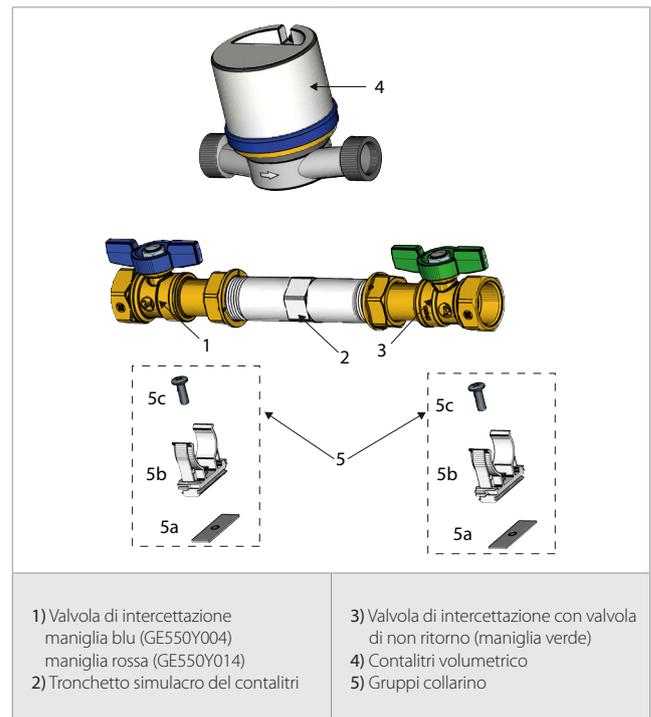

Figura 6 – Componenti compresi nella fornitura
Nell'imballaggio sono presenti i componenti descritti in figura 6. Le due valvole di intercettazione (1 - 3) sono collegate al tronchetto (2) e la tenuta è assicurata tramite opportune guarnizioni. Si consiglia l'utilizzo del tronchetto al posto del contaltri, per l'esecuzione di un lavaggio dell'impianto prima del montaggio del contaltri. Per il montaggio dello stacco acqua sanitaria nei moduli di utenza utilizzare i due gruppi di supporto (5): le cassette di contabilizzazione sono dotate di apposite guide; nella parte interna della guida va inserita la piastrina (5a); la clip (5b) va posta sulla parte superiore della guida e fissata tirando la vite (5c). Si consiglia di preassemblare il gruppo collarino prima di inserire la piastrina nella guida e effettuare così solo il tiraggio della vite. Eseguito il lavaggio dell'impianto, è possibile procedere alla sostituzione del tronchetto (2) con il contaltri (4). Dopo le installazioni provare l'impianto in pressione.